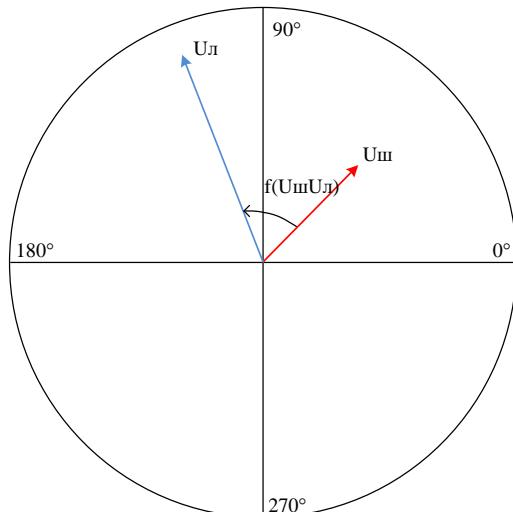

Рисунок 6.55 – Разность фаз между напряжениями шин и линии
**f (UшUl)** – разность фаз между напряжениями шин и линии (рисунок 6.55), °: